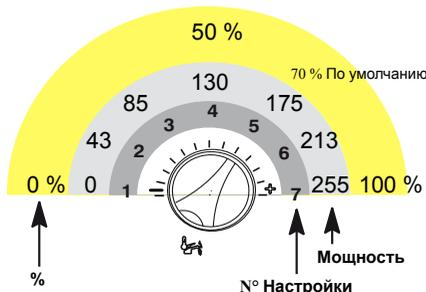

Fig. 2.43
- 8 Для изменения настройки повернуть рукоятку регулирования температуры ГВС в Fig. 2.43 и установить на выбранное время (на иллюстрации пример рукоятка установления на пятую позицию, смотреть также таблицу в руководстве бойлера, Глава Проверка, настройка газа), при этом быстро мигает индикаторная лампа блокирования..